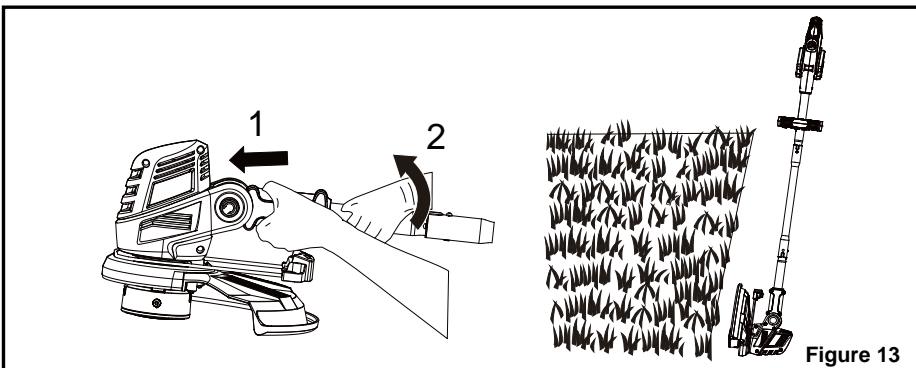

Figure 13
2. Saisissez fermement l'ensemble tête de coupe et arbre inférieur. Poussez la tête du coupe-herbe en l'éloignant de l'arbre inférieur pour la désengager de la position de verrouillage. Tournez l'arbre inférieur de 90° dans le sens des aiguilles d'une montre pour couper les bordures (Figure 13).